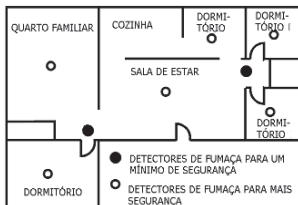

Figura 2: Locais para o estabelecimento de detectores de fumo e de calor numa residência com um único andar com mais de um dormitório
- ◆ Instale um detector de fumo e de calor no hall/corredor de entrada de cada área separada dos dormitórios, como na Figura 1. São necessários dois detectores em casas com duas áreas de dormitório, como na Figura 2.